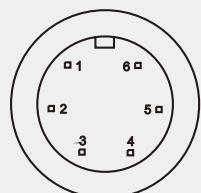

图4-5-1
► 4-3-3 通讯接口与模拟电流信号输出 4~20mA(参见图 4-5-1)